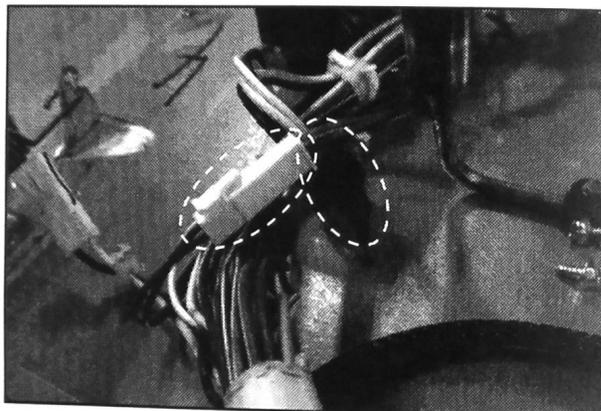

FIGURE 5
7. Déconnecter le faisceau de câblage près de l'onduleur. Veiller à débrancher les deux connecteurs repérés par des pointillés dans la Figure 5.